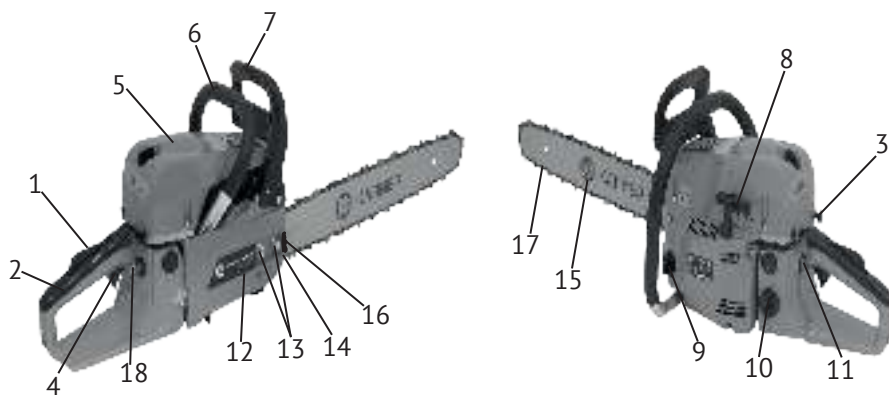

рис. 1
Бензопила – инструмент, использующий в качестве привода одноцилиндровый двухтактный бензиновый двигатель внутреннего сгорания. Рабочим органом пилы является пильный аппарат, состоящий из бесконечной (замкнутой) пильной цепи (рис.1 поз.17), которая движется по шине (рис.1 поз.15).
Двигатель работает на топливе из смеси неэтилированного бензина с октановым числом не менее 92 и специального масла для 2-тактных двигателей. Он оснащён мембранным карбюратором и электронной системой зажигания. Для запуска двигателя служит ручной стартер (рис.1 поз.8) и ручной насос (праймер, рис.1 поз.18) для предварительной подкачки топлива в карбюратор.
Ведущая звёздочка приводится в движение автоматической муфтой сцепления. На холостых оборотах зацепление не происходит, и пильная цепь не движется. Увеличиваем обороты двигателя до рабочих нажатием на рычаг управления дросселем (рис.1 поз.4). При этом колодки муфты сцепления расходятся и входят в зацепление с барабаном. Вращение начинает передаваться на приводную звёздочку пильной цепи. После отключения рычага управления дросселем, обороты двигателя снижаются до холостого хода (около 2800 об/мин), цепь автоматически останавливается. Остановка цепи также осуществляется механическим тормозом двойного действия: вручную, нажав левой рукой на щиток тормоза (рис.1 поз.7) от себя, или при срабатывании автоматического инерционного привода (при отскоке, защемлении цепи).
Две рукоятки пилы – передняя (рис.1 поз.6) и задняя (рис.1 поз.2) оснащены устройством виброгашения.
2.4 Общий вид бензопилы представлен на рис.1
### 2.5.1 Установка зубчатого упора (рис.1 поз.16), если он не установлен.
Перед монтажом зубчатого упора убедитесь, что переключатель зажигания (рис.1 поз.11) находится в положении «0» - выключено.
- открутите с помощью гаечного ключа гайки (рис.1 поз.13) крепления шины и снимите крышку тормоза цепи (рис.1 поз.12);
- установите зубчатый упор (рис.1 поз.16) (зубьями вверх) и зафиксируйте двумя винтами (см.рис.).
- ослабьте с помощью гаечного ключа и снимите с пилы гайки (рис.1 поз.13);
- снимите крышку тормоза цепи, установите шину (рис.1 поз.15) на крепёжные шпильки в крайнее заднее положение;
- пильную цепь (рис.1 поз.17) наденьте на ведущую звёздочку, расположенную перед барабаном сцепления. Уложите верхнюю часть цепи в паз шины, пропустите цепь между зубцами ведомой звёздочки на переднем конце шины. Потяните шину вперёд так, чтобы нижняя часть цепи «села» в паз шины. Проверьте, чтобы направление зуба цепи совпадало с направлением, указанным на корпусе. Убедитесь, что тормоз цепи находится в выключенном положении.
- Удерживая шину с цепью, установите тормоз цепи на крепёжные шпильки, так чтобы палец винта натяжителя цепи (рис.1 поз.14) попал в регулировочное отверстие хвостовика шины.
- Затяните гайками (рис.1 поз.13) шину и тормоз цепи вручную.
**Внимание!** Перед регулировкой натяжения цепи убедитесь, что гайки крепления шины (рис.1 поз.13) немного ослаблены.
Регулировка натяжения цепи производится винтом (рис.1 поз.14) при ослабленных гайках крепления шины:
- открутите пробку маслобака (рис.1 поз.9);
- установите переключатель зажигания (рис.1 поз.11) в положение «I» - включено;
- несколько раз медленно нажмите на колпачок праймера (рис.1 поз.18) для подкачки топлива, пока смесь не заполнит резиновый колпачок кнопки;
- вытяните до упора кнопку воздушной заслонки (рис.1 поз.3) из корпуса бензопилы;
- нажмите последовательно рычаг безопасности (рис.1 поз.1) и рычаг управления дросселем (рис.1 поз.4);
- правой рукой за рукоятку стартера (рис.1 поз.8) сделайте несколько коротких рывков шнура стартера до первых признаков запуска двигателя (схватывание);
- при необходимости, несколько раз медленно нажмите на колпачок праймера (рис.1 поз.18) для подкачки топлива, пока смесь не заполнит резиновый
- вытяните до упора кнопку воздушной заслонки (рис.1 поз.3) из корпуса бензопилы, затем задвиньте полностью обратно (заслонка заняла пусковое положение);
- выкрутить свечу зажигания, которая находится под крышкой (рис.1 поз.5) воздушного фильтра;